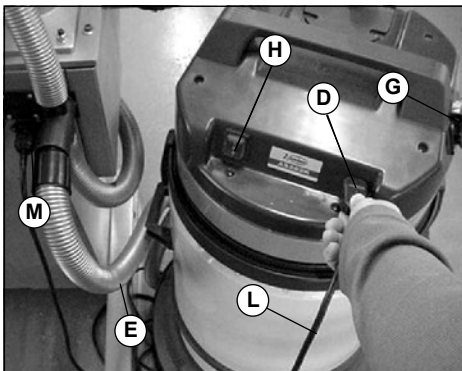

Fig. 5
- Podłącz specjalny kabel L (Rys. 5) do wtyczki D w urządzeniu odpylającym (Rys. 5) i do wtyczki M w okleiniarce (Rys. 5). Miejsce podłączenia kabla może się zmieniać w zależności od modelu okleiniarki.
- Podłącz urządzenie odpylające do źródła zasilania i wciśnij włącznik H (Rys. 5) w pozycję "II". Po ustawieniu w tej pozycji, urządzenie odpylające uruchomi się automatycznie gdy uruchomi się grupa frezująca w okleiniarce i będzie pracowało jeszcze przez około 5 sekund po wyłączeniu się grupy frezującej.
**Nigdy nie podłączaj okleiniarki do wtyczki G (Rys. 5) na odkurzaczu.**
- Podłącz urządzenie do źródła zasilania i wciśnij włącznik H (Rys. 5).
- Podłącz kabel zasilający elektronarzędzia do wtyczki na elektronarzędzie G w urządzeniu odpylającym (Rys. 5) na górnej części pokrywy.
- Podłącz urządzenie odpylające do źródła zasilania i wciśnij włącznik H (Rys. 5) w pozycję "II". Po ustawieniu w tej pozycji, urządzenie odpylające uruchomi się automatycznie gdy uruchomi się elektronarzędzie.